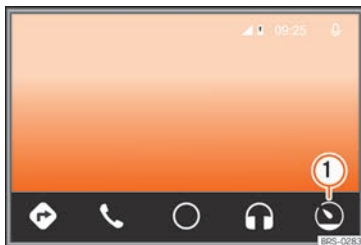

Abb. 187 Menü von Android Auto™
- Im Android Auto™-Betrieb die Funktionsfläche  **Abb. 187 ①** antippen.